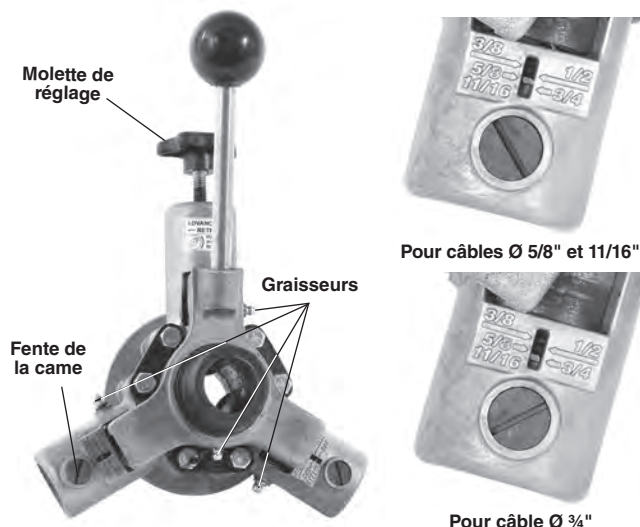

Figure 9 – Vérification du réglage du système AUTOFEED
Pour qu'il fonctionne correctement, le système AUTOFEED doit être réglé en fonction de la section de câble utilisée. Ce réglage se fait en alignant l'encoche des cames sur l'indication de section de câble correspondante comme indiqué à la Figure 9.
2. Servez-vous d'un tournevis à tête plate pour tourner les deux cames (Figure 9). Utilisez le repère 5/8" lors de l'utilisation d'un câble Ø 11/16".
5. Si l'appareil est équipé du système AUTOFEED, confirmez que ce dernier est réglé pour recevoir la section de câble utilisé (Figure 9).